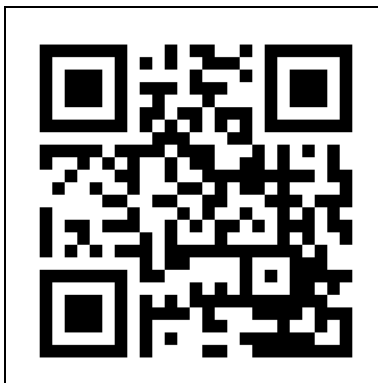

Figure 18
1. Accédez au manuel de l'appli Eurom Smart à l'aide du code QR (Figure 18) ou allez sur [www.eurom.nl/nl/manuals](http://www.eurom.nl/nl/manuals).